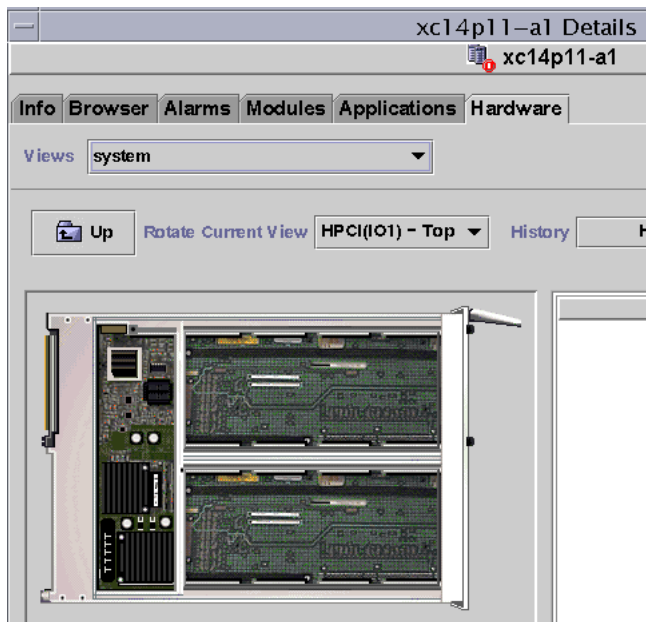

图 5-7 域物理视图中 HPCI 板的顶端
5. 单击 Sun Fire 高端系统域的底部插槽中的某一块 HPCI 板，显示 HPCI 板顶端的物理视图（图 5-7）。